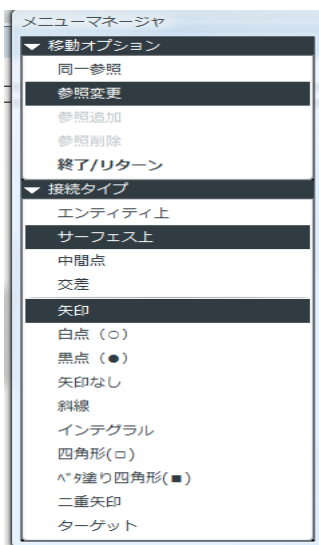
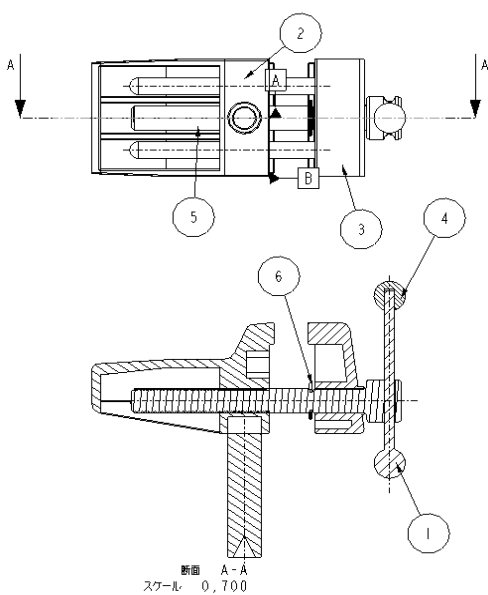

図 12-105 移動オプション
図 12-106 修正後配置
- 4) 部品表面箇所の矢印指示とバルーンの設置場所を再配置する。初期バルーンの設置場所を移動するにはマウスでドラッグする。構成部品表面に矢印の指す箇所を再定義するときには、修正するバルーンをクリックして、マウス右クリックして、サブメニューより「接続を編集」を選ぶと移動オプションダイアログボックスが現れる（図 12-105）に示す。「サーフェス上」を選び、変更指示をする構成部品表面箇所にカーソルで移動して、マウス左クリックで決定する。編集後のバルーン標示を（図 12-106）に示す。